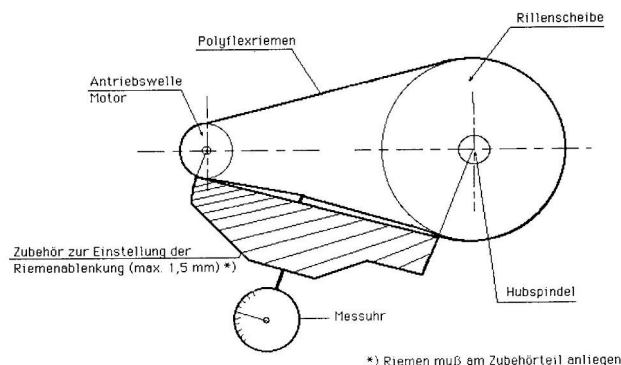

Figura 16: Instrumento de medición
- Asentar el instrumento de medición sobre la correa Polyflex, como se muestra en la figura 16, 17.